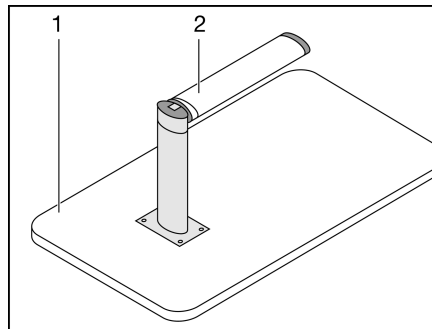

Bild 55 Sängbotten
- Lyft upp bordsskivan (Bild 55,1) ca 45° fram till.
- Drag ned den nedre delen av det ledade stödbenet (Bild 55,2) och fäll ned det 90°.